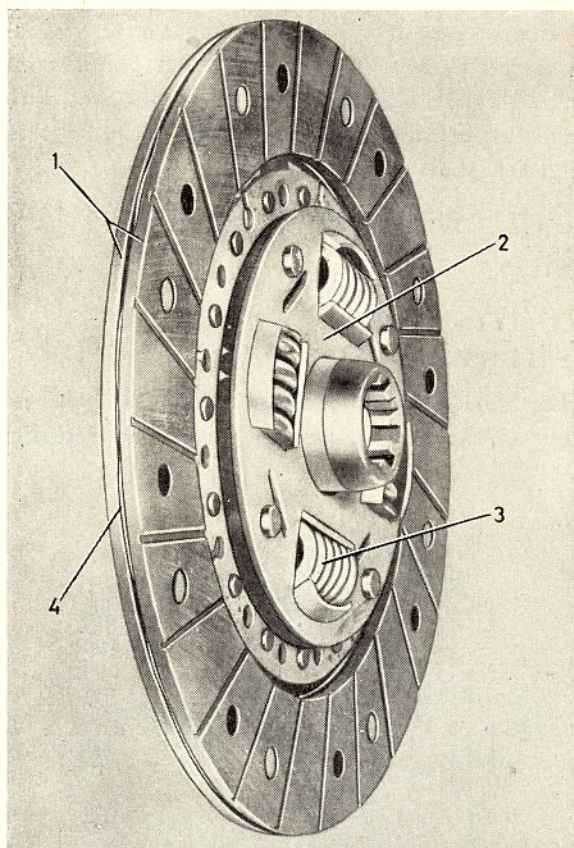

Bild 7. Lamell.
3. Nita på de nya beläggen (helst i nitpress). Obs! Nitarna skall sättas i från den sida belägget ligger och nitas från motsatt håll mot lamellskivan. Vartannat hål i belägget användes. Efter nitningen skall beläggen ha ett avstånd från varandra som bestäms av "skränkningen" på lamellskivan. Se bild 7. Detta är mycket viktigt för att en mjuk inkoppling skall erhållas vid körning och ingångsättning. Håll lamellbeläggen absolut rena från olja. Olja på beläggen kan bli orsak till att kopplingen hugger.